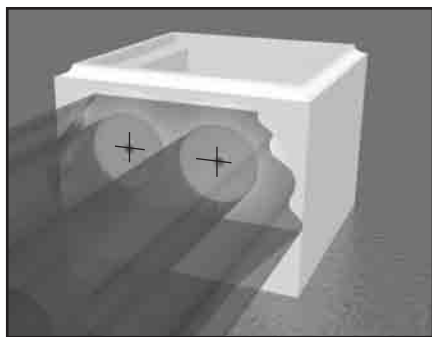

図 4B
- B) この測定値を下枠が取付けられる親柱底部に移し (図 4B)、その位置にネジより少し大きめの13mm の穴をドリルであけます。